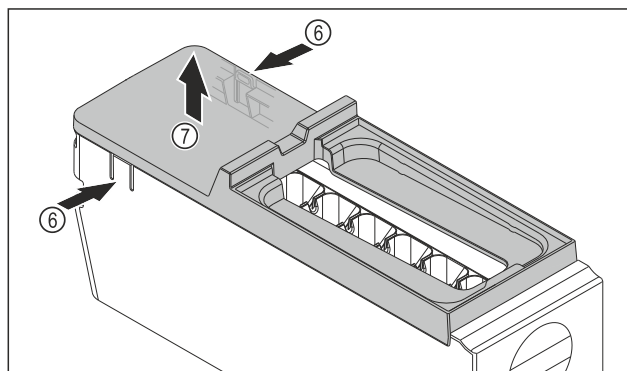

Fig. 111
- ▶ Снимите крышку корпуса EasyTwist-Ice: Надавите рукой на накладки Fig. 111 (6) с обеих сторон корпуса EasyTwist-Ice.
- ▶ Другой рукой снимите крышку Fig. 111 (7) по направлению вверх.